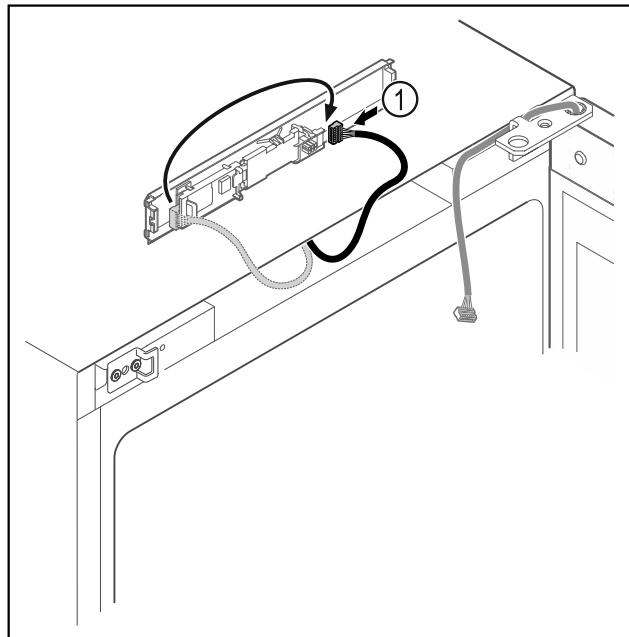

Fig. 17
- Vtič Fig. 17 (1) ponovno povežite s tiskanim vezjem.